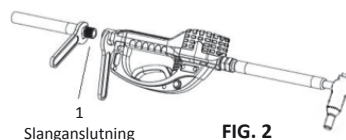

FIG. 2
2. Applicera gängtätningsmedel på slanganslutningens hangägor. Gänga slangen i svängtappen (1) och dra åt den ordentligt (FIG. 2). Se till att du låter tättningsmedlet härda enligt tillverkarens rekommendationer innan du släpper in vätska i systemet.